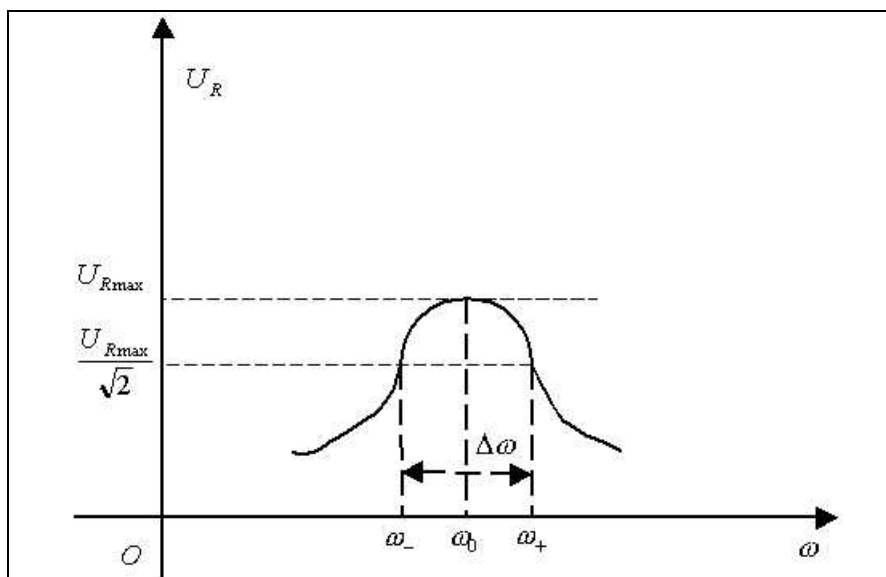

Рисунок 3.2 - Зависимость $U_R = y(\omega)$
- КК является избирательным устройством (см. рисунок 3.2), он является так называемым полосовым фильтром, так как преимущественно пропускает колебания, расположенные вокруг частоты w_0 . Колебания на частотах $w \gg w_0$ и $w \ll w_0$ он не пропускает. Вводят понятие ширины полосы пропускания $\Delta w = (w_+ - w_-)$ - диапазон частот, в пределах которых $U_R(w) \geq \frac{U_{R \max}}{\sqrt{2}} = 0,707U_{R \max}$ (рисунок 3.2).